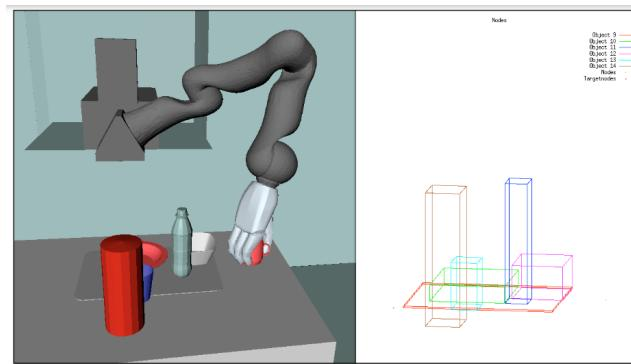

Abbildung 34: Beispiel für die Anwendung des Simplen RRT Planers: Arm bewegt sich relativ weich, auf recht glatter Bahn
**Beispiel für die Anwendung des Simpelen RRT Planers:** Holonomic Planung für einen Roboterarm mit 7 Freiheitsgraden (vgl. Abbildung 34)